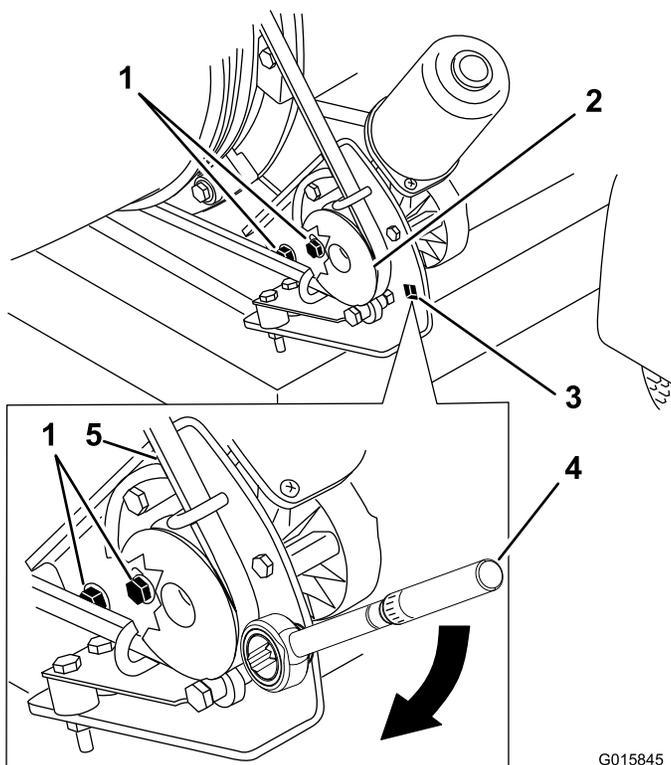

Рисунок 27
1. Ослабьте болты крепления монтажного кронштейна шкива к раме воздухоудувки (Рисунок 27).
2. Установите динамометрический ключ на монтажном кронштейне шкива (Рисунок 27).
3. Отверните монтажный кронштейн шкива от сопла так, чтобы показание динамометрического ключа стало равным 22,6 – 26,0 Н-м (Рисунок 27).